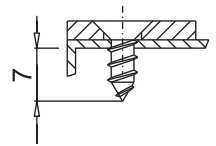

FIG. 2
a) Dopo avere definito dove applicare il Dispositivo Antieffrazione, è necessario realizzare un foro di $\varnothing 8$ mm come da fig. 1 e fig. 2